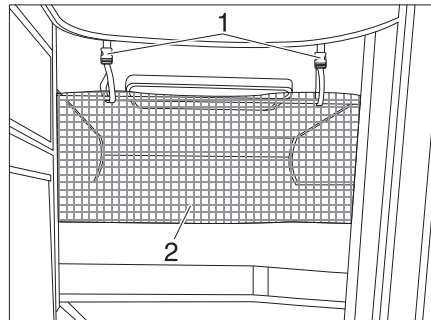

Bild 166 Sicherungsnetz
Das Sicherungsnetz (Bild 166,2) ist serienmäßig zwischen Matratze und Lattenrost verstaut. Das Sicherungsnetz erst aufspannen, wenn sich die Person bereits im Bett befindet.
- Die Haltebänder (Bild 166,1) in die Halterungen an der Decke einrasten.
Sicherungsnetz Das Sicherungsnetz (Bild 166,2) ist serienmäßig zwischen Matratze und Lattenrost verstaut. Das Sicherungsnetz erst aufspannen, wenn sich die Person bereits im Bett befindet.